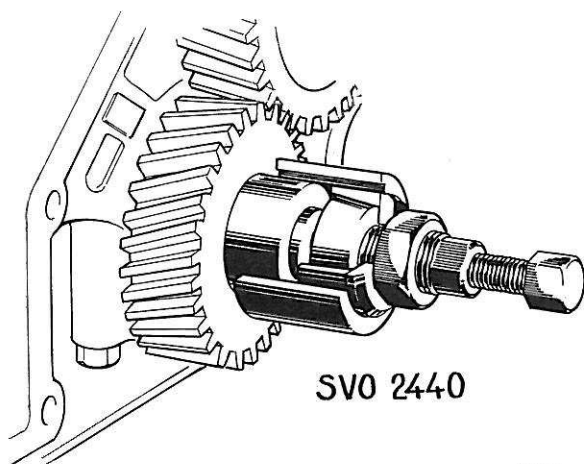

Figure 53. Démontage du moyeu de vilebrequin
5. Démontez le moyeu de vilebrequin avec l'extracteur 2440, voir figure 53. Avant d'adapter l'outil sur le moyeu, il faut visser en arrière le grand écrou de manière à desserrer le cône. Faire de même pour la vis centrale. Poser ensuite l'outil en place, visser le grand écrou de manière à bien serrer le moyeu et extraire ensuite ce dernier en serrant la vis centrale de l'outil.